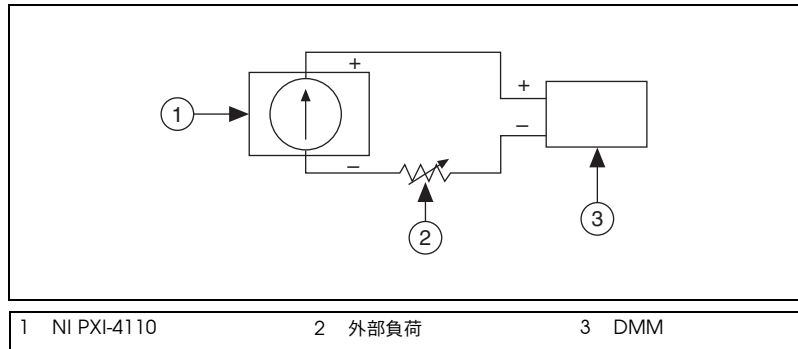

図 1 電流確度検証テストシステム
- 図 1 に示すように、DMM と外部負荷を NI PXI-4110 のチャンネル x 出力端子に接続します。
その他すべての出力値については、図 1 のように、DMM と外部負荷を NI PXI-4110 のチャンネル x 出力端子に接続します。